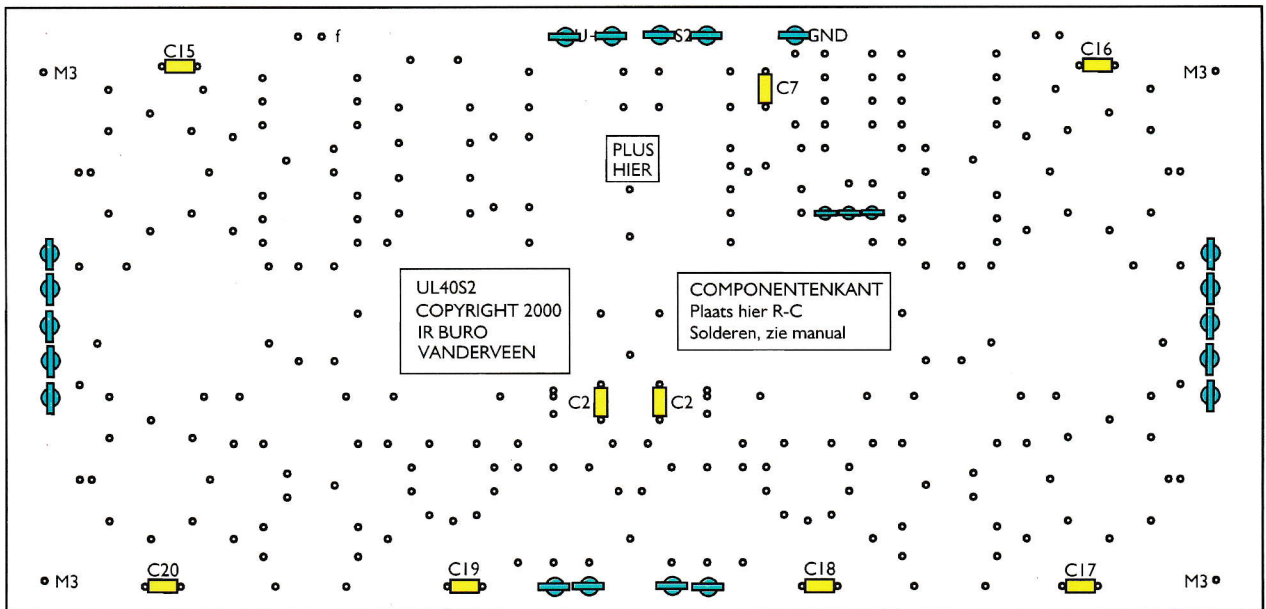

Abbildung 3
1. In Abbildung 3 sind die bereits montierten Bauteile blau/grün abgebildet, die im nächsten Schritt zu verlötenden Teile erscheinen gelb. Ab jetzt wird mit dieser Farbgebung weiter so verfahren, um leichter zu erkennen, welcher Arbeitsschritt als nächster unternommen werden muss.
2. Die Kondensatoren C15 – C20 (Hochfrequenz-Entkopplung der 6,3V Heizspannung), die Kondensatoren C2 (Hochfrequenzüberbrückung des Elkos C1) und C7 (Hochfrequenzentkopplung der Masseverbindung) haben alle 0,1 $\mu$ F. Ihre Position auf der Platine ist in Abbildung 3 zu sehen.